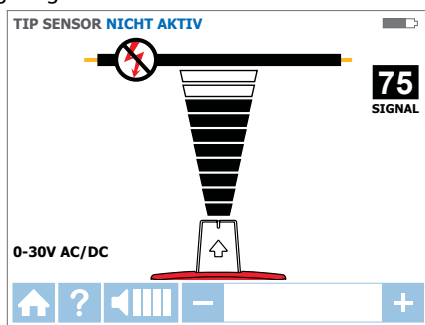

Abbildung 3.2c: Empfänger zeigt im spannungsfreien Modus SPITZSENSOR ein erkanntes Signal
4. Tasten Sie den Zielbereich mit dem Spitzsensor ab, bis Sie den höchsten Signalpegel finden (Abbildung 3.2c). Regeln Sie die Empfindlichkeit im Laufe der Suche gelegentlich so nach, dass die Signalstärke etwa bei 75 verbleibt. Zur Empfindlichkeits Einstellung nutzen Sie die Tasten + und -. Falls das Signal zu stark für eine präzise Lokalisierung sein sollte, schalten Sie den Sender in den Signalmodus LOW um.